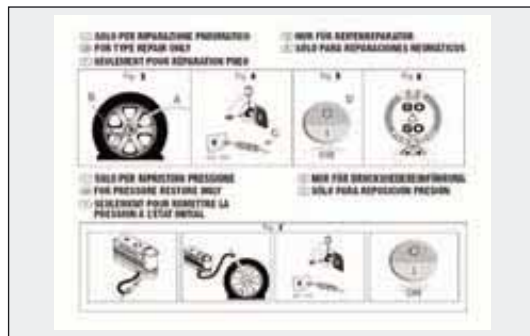

fig. 142
- ☐ een informatiefolder (zie fig. 142) voor een correct gebruik van de snelle bandenreparatieset. Overhandig de informatiefolder aan het personeel dat de band repareert die behandeld is met de snelle bandenreparatieset.